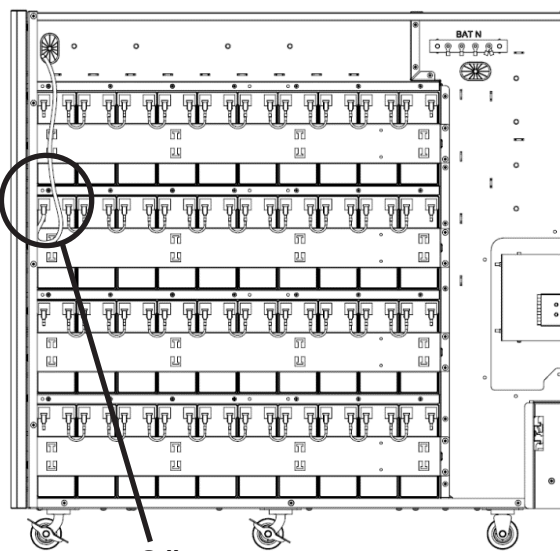

Figura 5-20B
30. Conecte la batería 20- del grupo 3 a la barra colectora de la batería - (BAT-) (Figura 5-20B).